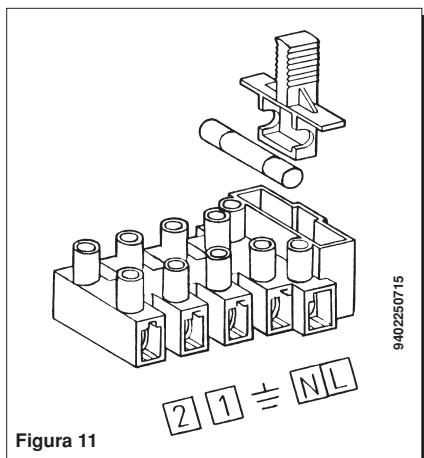

Figura 11
- chegar ao quadro dos terminais de alimentação (figura 11) como descrito no capítulo precedente;
- tirar a ligação em ponte presente nos terminais (1) e (2);